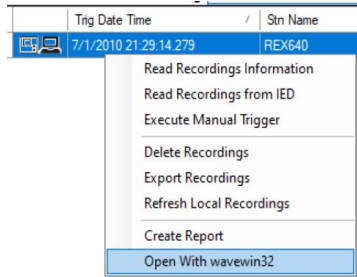

Imagen 324_Ventana de gráfica de la información grabada.
4.2.11 Y posteriormente daremos de nuevo clic derecho para ahora seleccionar “Open With wavemin32” como nos muestra la **Imagen 324**.